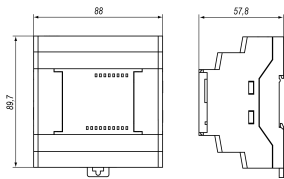

Рисунок 2 – Габаритні розміри
1. Підготувати місце на DIN-рейці для установлення пристрою з урахуванням розмірів корпусу (див. *рисунок 2*).